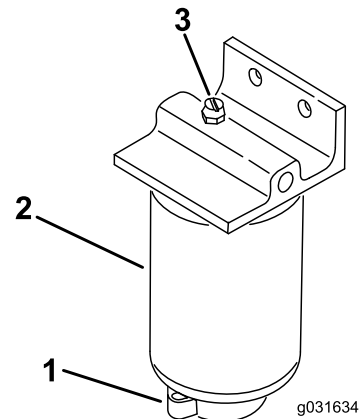

図 50
2. フィルタ容器 図 50 下部のドレンプラグをゆるめて水や異物を流し出す。
1. フィルタの取り付け部周辺をウェスできれいにぬぐう  図 50。